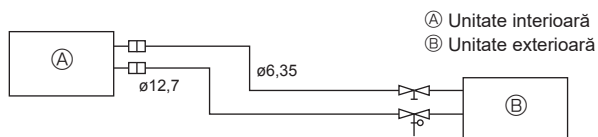

Fig. 5-2
(1) Tabelul de mai jos indică specificațiile conductelor disponibile în comerț. (Fig. 5-2)